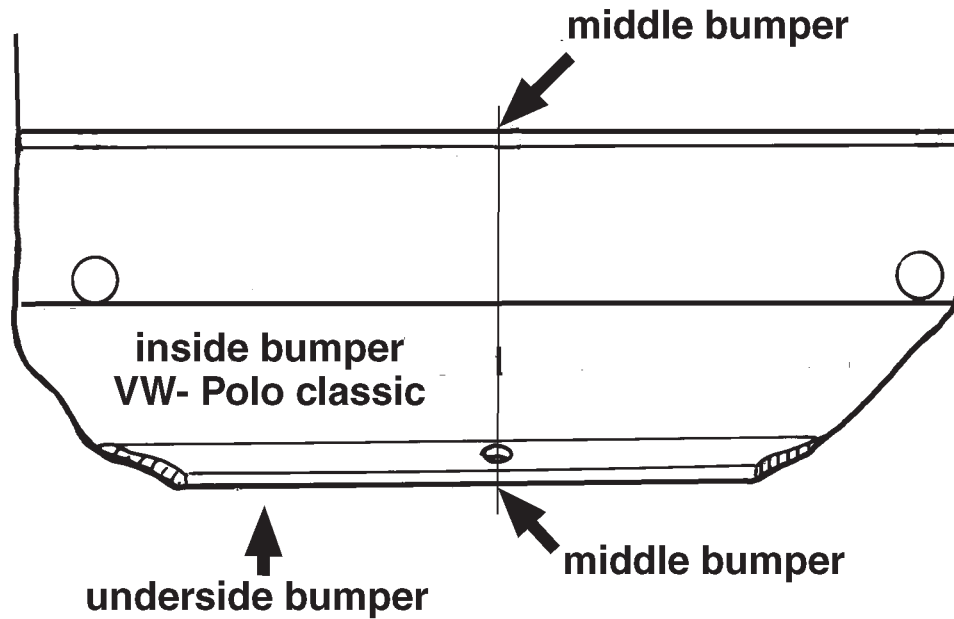
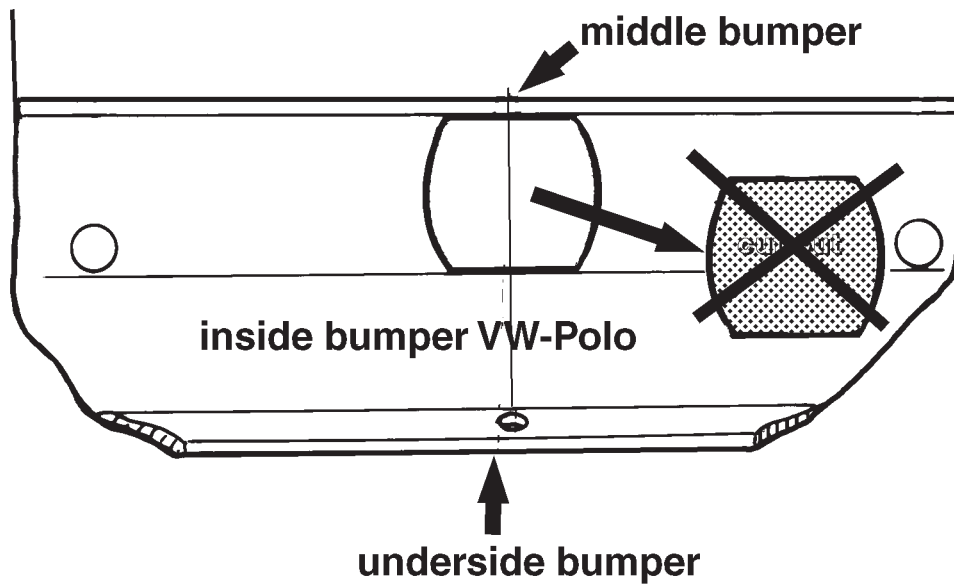

Fig. 1
Fig. 3
2. Anbring skabelonen til VW Polo Classic/ Variant ifølge fig.1 og fig.2 midt på ko-fangerens underside. Sav den afmærkede del af ifølge fig.3.
2. Colocar la plantilla para el VW Polo Classic/ Variant de acuerdo con las figuras 1 y 2 en el centro interior del parachoques. Serrar la parte indicada de acuerdo con la fig. 3.